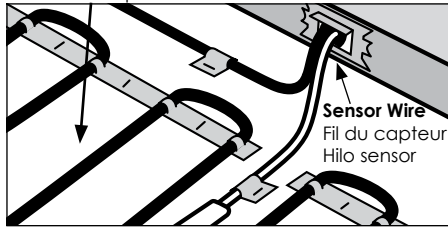

Figure 2
- Pull sensor wire into ECB and secure to the floor. See Figure 2. The sensor must not cross or overlap any other cable on the floor AND must be embedded in the cementitious based mortar in the same manner as the heating cables.
- Tirer sur le fil du capteur pour l'introduire dans le boîtier et le fixer au plancher. Voir la figure 2. Le fil ne doit pas croiser ni passer par-dessus un autre fil ou câble sur le plancher ET doit être encastré dans le mortier à base de ciment de la même façon que les câbles chauffants.